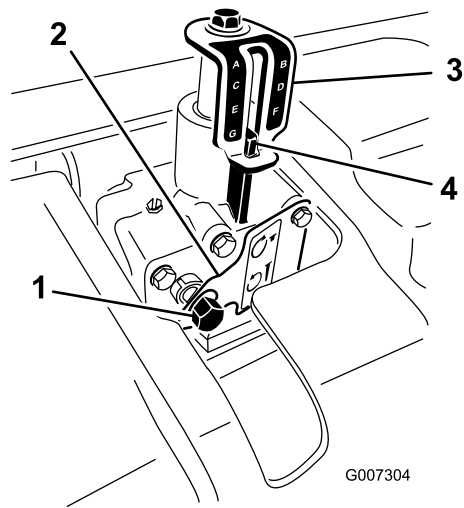

图24
5. 顺时针旋转深度调节器可减小打孔深度逆时针旋转则可增加打孔深度图24。
6. 旋转深度调节器输入轴直至达到深度指示标贴上所示的所需深度图24。
3. 用棘轮将一个 9/16 英寸的套管插入深度调节器输入轴内图24。